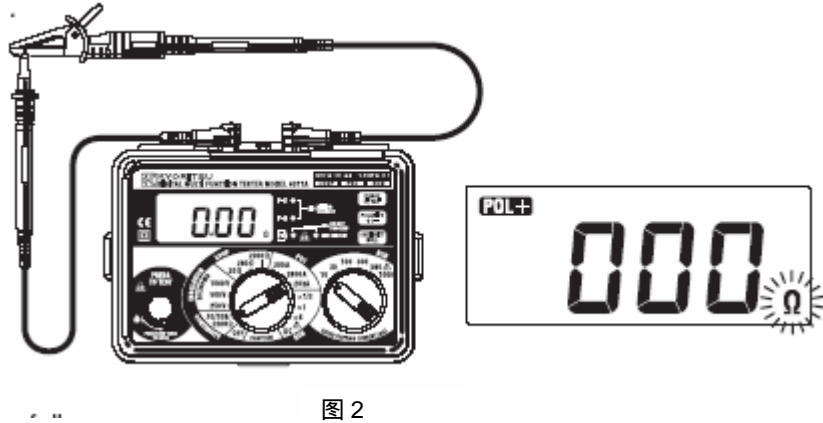

图 2
2. 将使用的测试线终端连接在一起（图 2），按下并锁定测试键。显示测试线的电阻值。